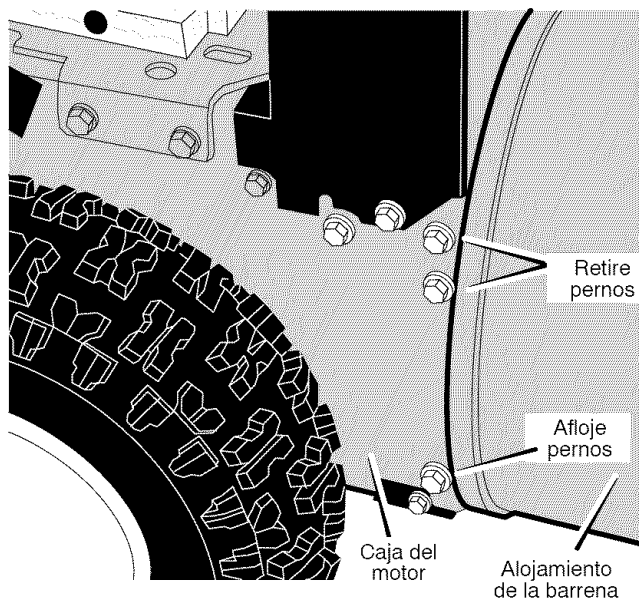

Figura 73
- Retire los cuatro **pernos** superiores que unen el **alojamiento de la barrena** y la **caja del motor**. Afloje los dos **pernos** inferiores. Ahora el **alojamiento de la barrena** y la **caja del motor** pueden separarse para retirar la correa (Figura 73).